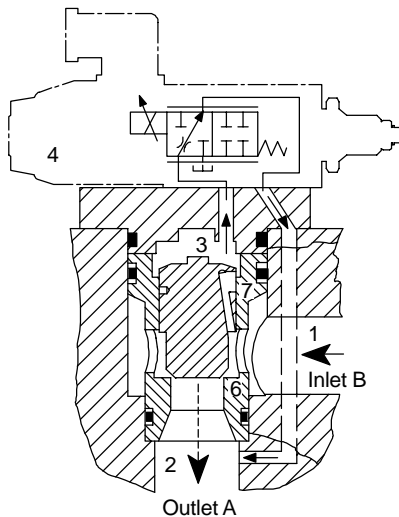

Figure 40
L'ouverture de l'appareil pilote (Figure 40) provoque une chute de pression en (3), ce qui conduit le piston à quitter son siège. Le mouvement de la fente par rapport à l'épaulement de régulation (7) a pour effet d'ouvrir le passage, ce qui crée dans le circuit pilote un débit dont l'importance est initialement égale au débit de la fente additionné du volume déplacé par l'ouverture du clapet principal.